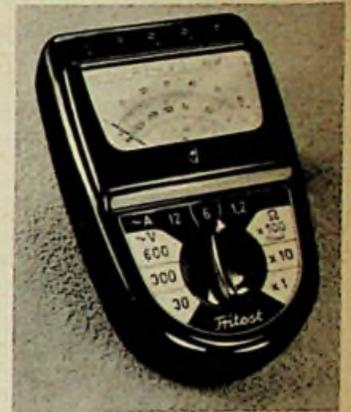

Bild 3. Gossen-Tritest, ein Vielfachmesser in neuer Form
höhere Wert für η^* bei 6,75 MHz erklärt sich aus der Formel (2), in der F_0 im Nenner steht. Für den Radiodetektor für 6,75 MHz ist außerdem der Text zu Bild 3 zu beachten.
Ein sehr robustes und dabei handliches Vielfachinstrument ist der Tritest von Gossen (Bild 3). Er gestattet Wechselstrom- und -spannungsmessungen nacheinander ohne Schaltungsänderung sowie Widerstands- und Kapazitätsmessungen und ist speziell für den Starkstromtechniker bestimmt. Mit höherem Innenwiderstand als den jetzigen von 200 Ω/V und empfindlichen Gleichstrom- und -spannungsbereichen wäre das Instrument auch in der Funkwerkstatt sehr willkommen, wenn dabei der jetzige Preis von 96.— DM erhalten bliebe.